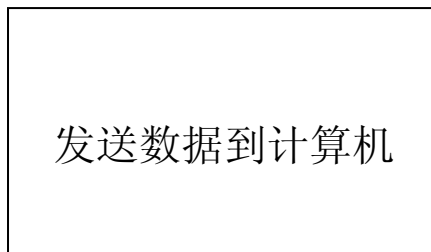

图 46
- c. 按 ← 键确认发送数据，屏幕显示：发送数据到计算机，发送完成有蜂鸣声提示，返回菜单状态，显示如图 46：